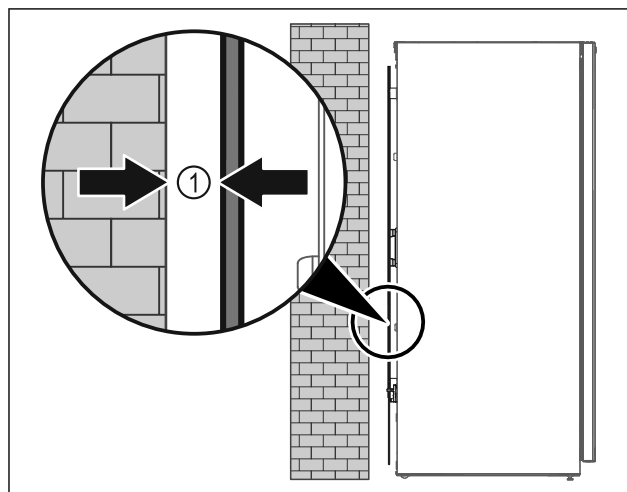

Fig. 7
- Zariadenie inštalujte voľne v priestore alebo priamo na stenu v minimálnej vzdialenosti 5 mm Fig. 7 (1).